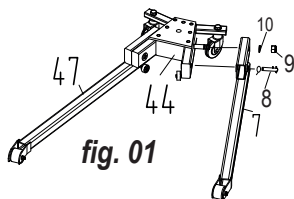

fig. 01
- Zie afbeelding 01: Bevestig de linker poot #7 op de voet #44 door de vaste pin in te steken. Plaats de ring #10 en de bout in de moer #9. Steek de pin #8 omhoog door #7 en #44 tot aan de stop. Draai 180° en vergrendel met O-pin. Zelfde methode voor de rechter poot #47.